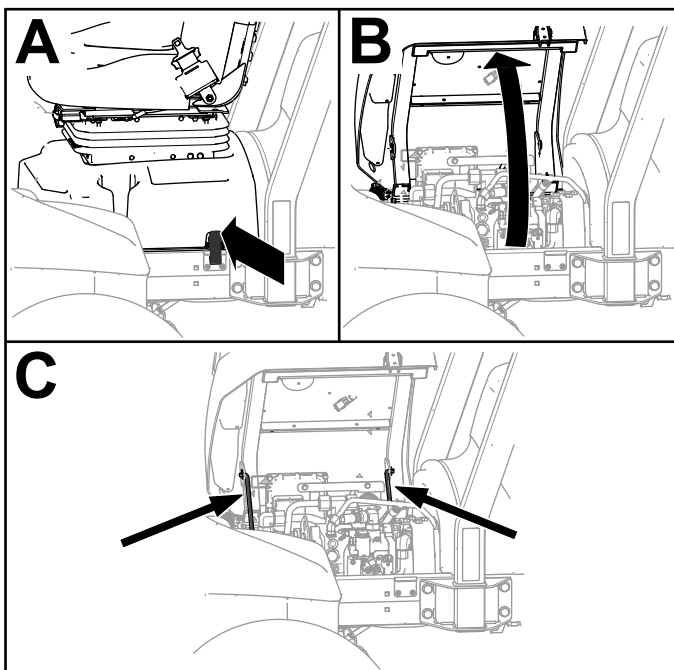

Figura 69
1. Sganciate la base del sedile (A nella Figura 69).
2. Inclinate il sedile e la base aprendoli (B nella Figura 69).
3. Supportate il sedile e la base con le aste di sostegno (C nella Figura 69).